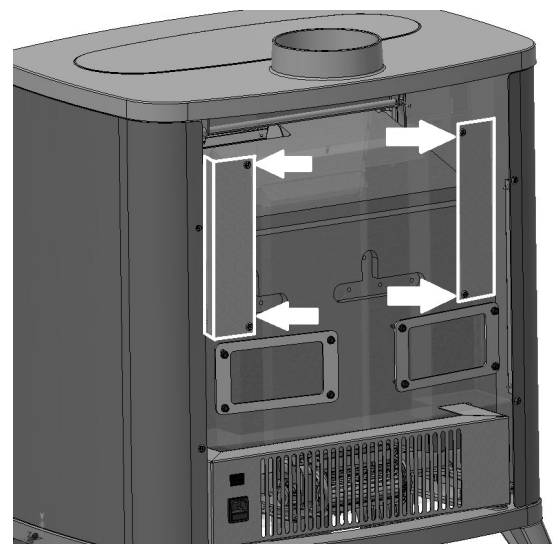

Fig. 16 - Wiederanschrauben der Halterungen
- Um die Löcher zu schließen, die gegenüberliegenden Halterungen wieder anschrauben **Fig. 16**.